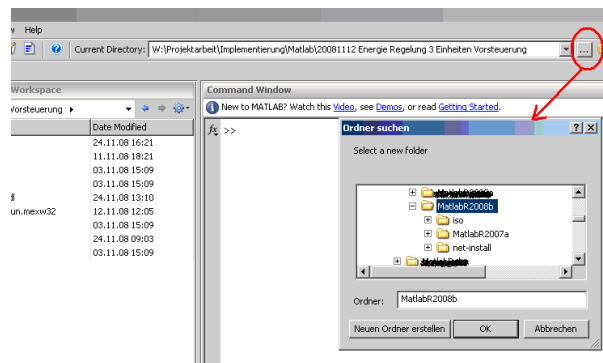

Abbildung 2.5: Pfad wechseln (wo sich lizenzen.m befindet)
1. Starten Sie MATLAB und gehen Sie, z.B. mit Hilfe des Knopfes **Browse for folder**, zu dem Verzeichnis, in dem sich `lizenzen.m` befindet (siehe Abbildung 2.5).